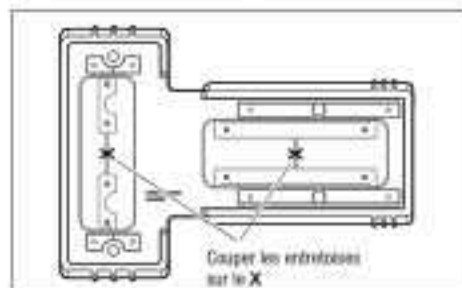

Figure 6. Découper les jeux d'entree de la base
- À l'aide d'une fraise, couper les barres en plastique reliant les jeux d'entretoises du haut et du bas comme illustré sur la Figure 6.